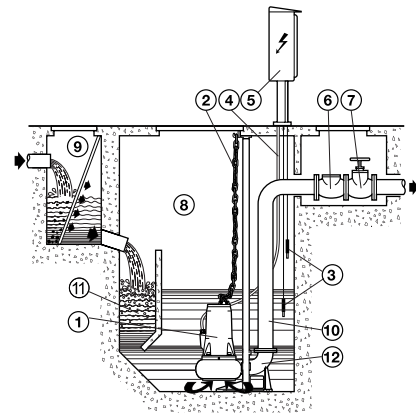

Fig. 6
- Fast installation med elpumpen placerad på stödfoten som är fäst vid brunnen eller tankens botten (fig. 6).
5.2.2 FAST INSTALLATION MED AUTOMATISK FASTHAKNING PÅ STÖDFOTEN (fig. 6)
Elpumpar utan automatisk brytare med inbyggd flottör kräver installation av ett kontrollsystem med sonder (fig. 6) eller med flottör eller annan utrustning som säkerställer min. vätskenivå och skyddar elpumpen mot torrkörning.